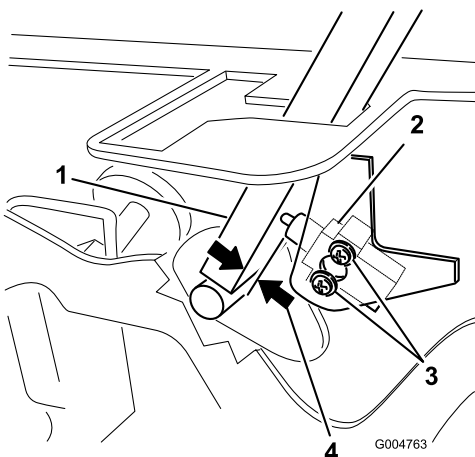

Figure 70
3. Desserrez les 2 vis de fixation du contacteur de sécurité (Figure 70).
4. Maintenez le levier de commande contre le châssis et rapprochez le contacteur du levier jusqu'à ce qu'ils soient espacés de 0,4 à 1 mm (Figure 70).